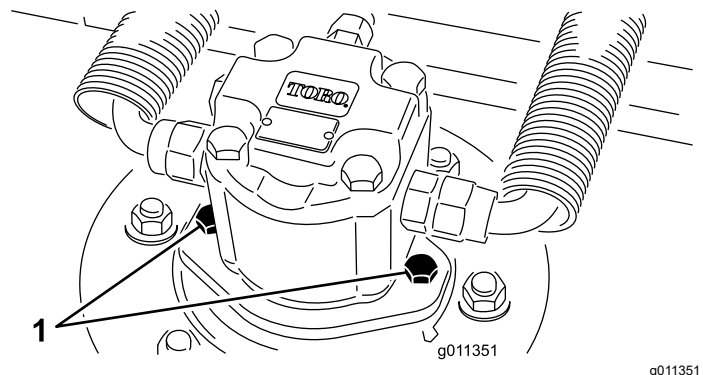

Figura 95
2. Desligue e retire o motor hidráulico da unidade de corte (Figura 95). Cubra a parte superior do eixo para não o sujar.
4. Instale o motor hidráulico na plataforma (Figura 95). Verifique se o anel de retenção está posicionado corretamente e não está danificado.